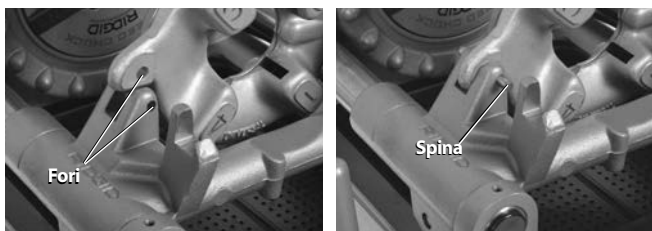

Figura 26 – Trattenimento in posizione della Testa portapettini sinistra
2. Collocare un perno da $\frac{5}{16}$ pollici di 2 pollici di lunghezza attraverso i fori nell'appoggio del carrello e la testa portapettini sinistra per conservarla in posizione (vedere Figura 26).